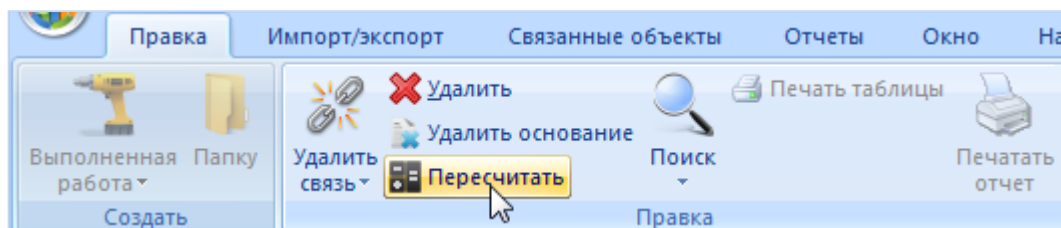

Рис. 13-469 – Панель «Правка»
- 5) Выбранная папка раскроется и в ней появится новая работа (рис. 13-469). Для создания работы ввести «Обозначение».